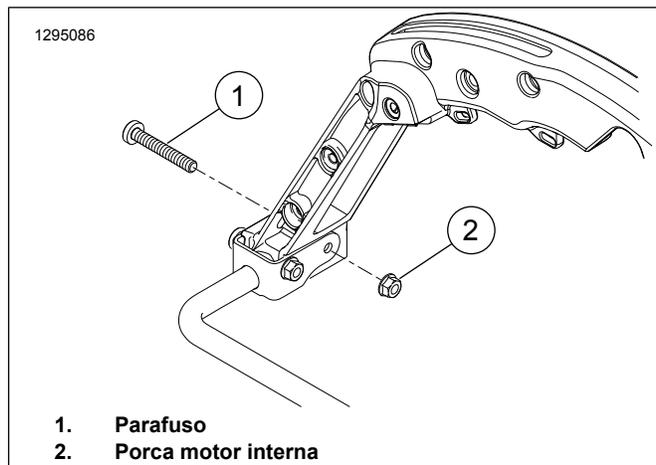

Figura 6. Remoção do parafuso OE
- a. Retire os parafusos (1).
- b. Desligue e retire a lâmpada traseira e a montagem da lente (2).
- c. Observe os locais de conector na base da lâmpada traseira (4) para facilitar a instalação.
- e. Remova o parafuso (3) e a base da lâmpada traseira.
9. Ver Figura 6. Remover a porca do lado direito (2). Elimine o parafuso (1).